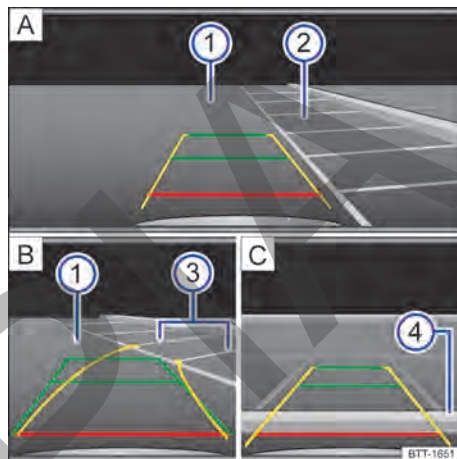

Fig. 164 Visualización en la pantalla del sistema de infotainment: aparcarse en batería con el asistente de marcha atrás.
Leyenda de la → fig. 164:
- Sitúe el vehículo delante del hueco de aparcamiento → fig. 164 **A** **2**.
- Retroceda girando el volante de manera que las líneas amarillas se introduzcan en el hueco de aparcamiento. Las líneas verdes y amarillas tienen que coincidir con las líneas de delimitación laterales → fig. 164 **B** **3**.
- Detenga el vehículo cuando la línea roja haya alcanzado la delimitación trasera → fig. 164 [C] ④.